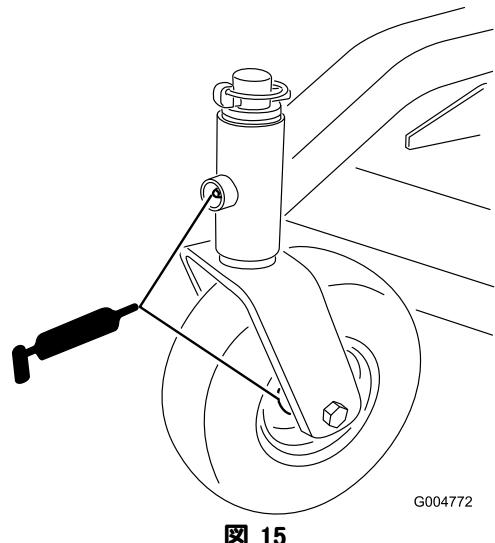

図 15
- ・ 前キャスターのスピンドルブッシュ (図 15)
- ・ 前後のキャスタホイールベアリング (図 15)